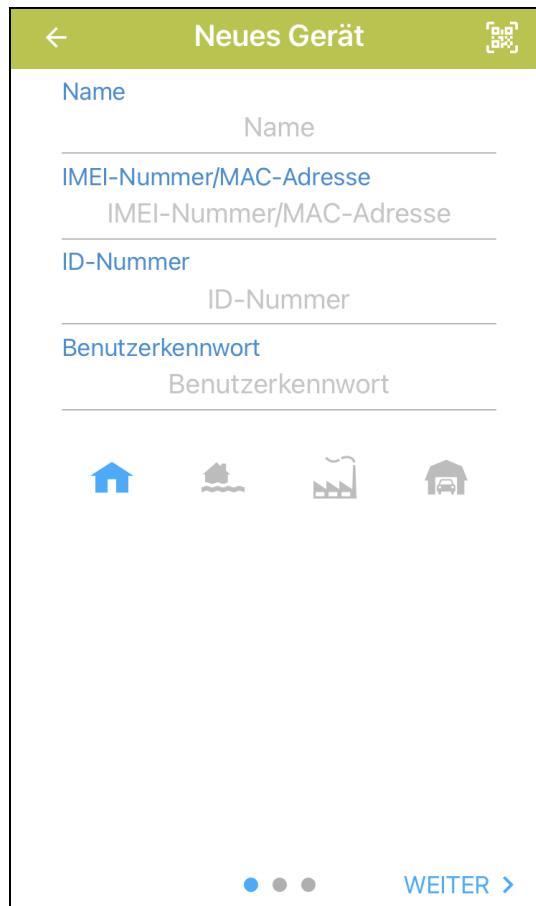

Abb. 5. PERFECTA CONTROL App (iOS): Bildschirm zum Hinzufügen eines neuen Alarmsystems.
4. Es wird ein Bildschirm zum Hinzufügen eines neuen Alarmsystems angezeigt (Abb. 5).